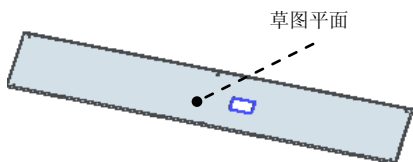

图 8.13.217 法向除料特征 1
Step16. 创建图 8.13.217 所示法向除料特征 1。
(1) 选择命令。在“主页”功能选项卡“钣金”工具栏中单击  按钮, 选择  法向除料命令。
(2) 定义特征的截面草图。
① 选取草图平面。选取图 8.13.217 所示的模型表面为草图平面。